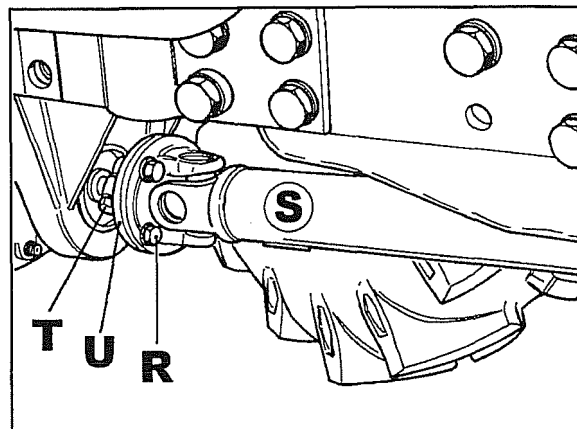

Fig. 76
8. Scollegare l'albero **S** della doppia trazione tramite le viti **R** fig. 76, quindi sfilarlo in avanti per toglierlo.
9. Svitare la vite **T** fig. 76 e togliere la flangia **U**.